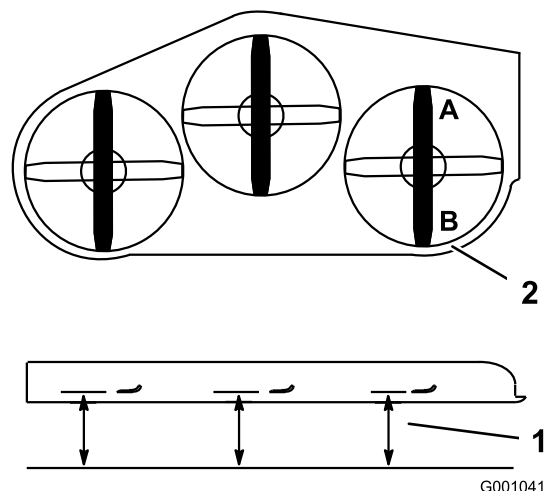

図 89
- ブレードのうちの1枚を前後方向に向ける。A位置とB位置で、平らな床面からブレードの刃先までの高さを測る 図 89。